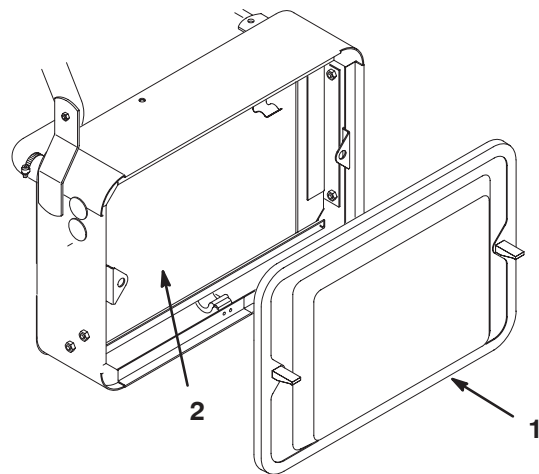

Figure 45
1. Déposez la grille du radiateur (Fig. 45).